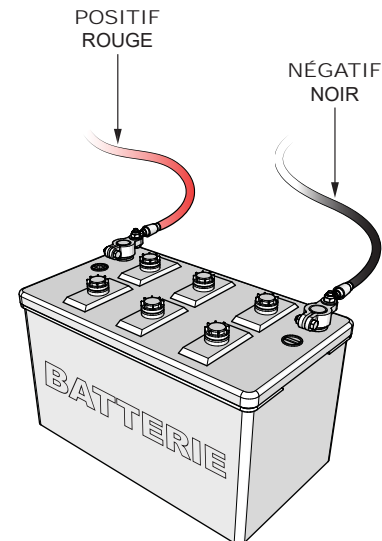

Figure 16. Batterie
**TOUJOURS** s'assurer que les câbles de la batterie sont correctement connectés aux bornes de la batterie, comme cela est indiqué dans la Figure 16. Généralement, le câble **ROUGE** sera connecté à la borne positive de la batterie, et le câble **NOIR** sera connecté à la borne négative de la batterie.